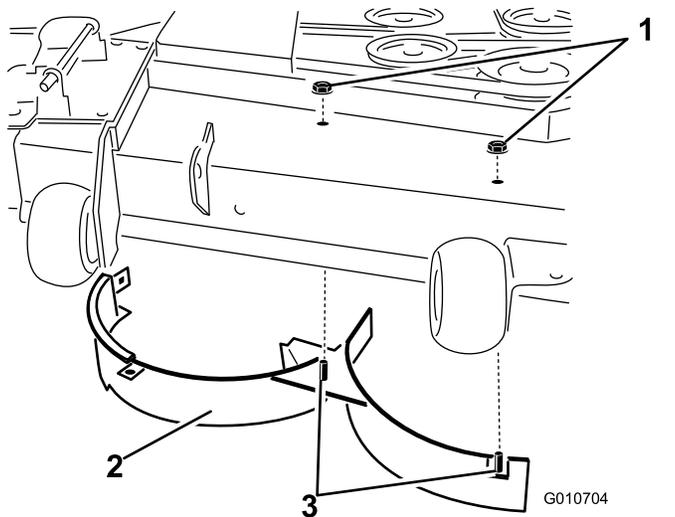

Bild 37
des rechten Ablenklechs oben am Mähwerk in der Mitte und rechts von der Mittelstellung befestigt sind (Bild 37).
12. Entfernen Sie die Schlossschraube und Sicherungsmutter, mit denen das rechte Ablenklech oben am Mähwerk befestigt ist, und nehmen Sie das rechte Ablenklech vom Mähwerk ab (Bild 37).
13. Bringen Sie die Befestigungen an, die Sie vorher aus den vorderen Löchern in der Auswurfplatte und dem vorderen Loch am Mähwerk entfernt haben (Bild 37).